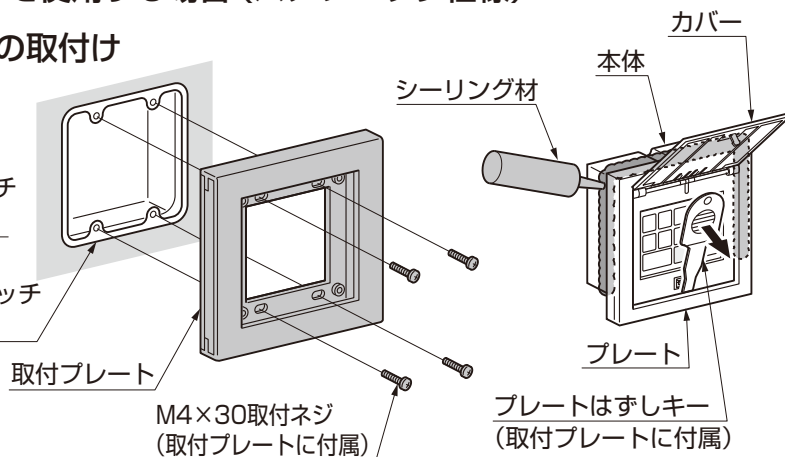

図3-6
②2コ用スイッチボックスに「M4×30取付ネジ」で取付けプレートを固定してください。(図3-6参照)